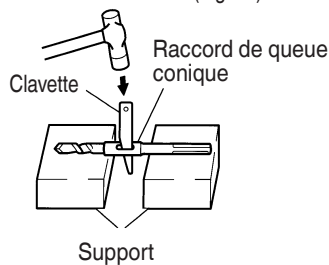

Fig. 15
- (2) Mettre l'appareil sous tension et percer un trou de base.
- (3) Après avoir retiré la poussière avec une seringue, fixer le mandrin à la pointe du sabot et l'enfoncer dans le sabot avec un marteau.
- (4) Pour retirer la mèche à queue conique, insérer une clavette dans la fente du raccord de queue conique, placer un support sous le marteau rotatif, et frapper sur la clavette avec un marteau. (Fig. 15)